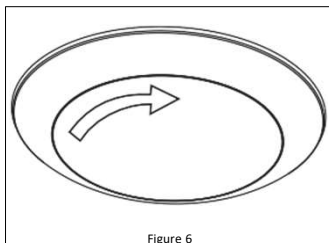

Figure 6
- Rotate the lens slightly in the clockwise direction until the lens is secured to the fixture. **See Figure 6.**
- Tournez légèrement le diffuseur dans le sens horaire jusqu'à ce qu'il soit fixé au luminaire. **Reportez-vous à la Figure 6.**